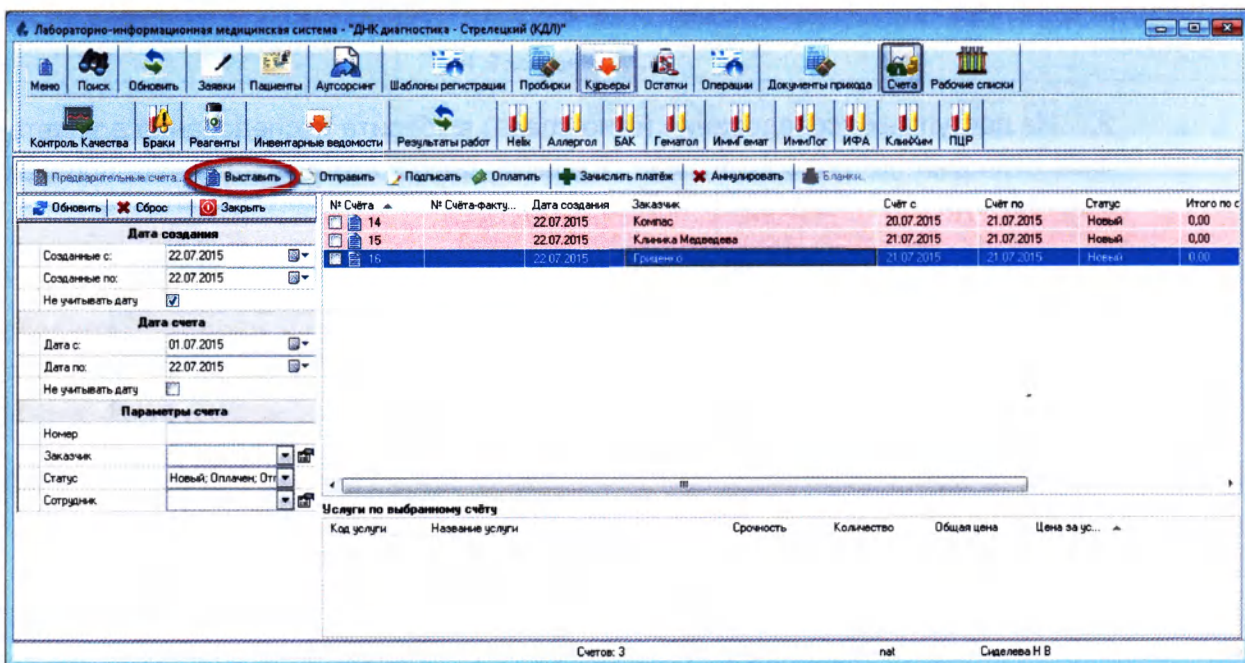

Рисунок 10.1
1. Нажмите кнопку «**Выставить**» (Рисунок 10.1):